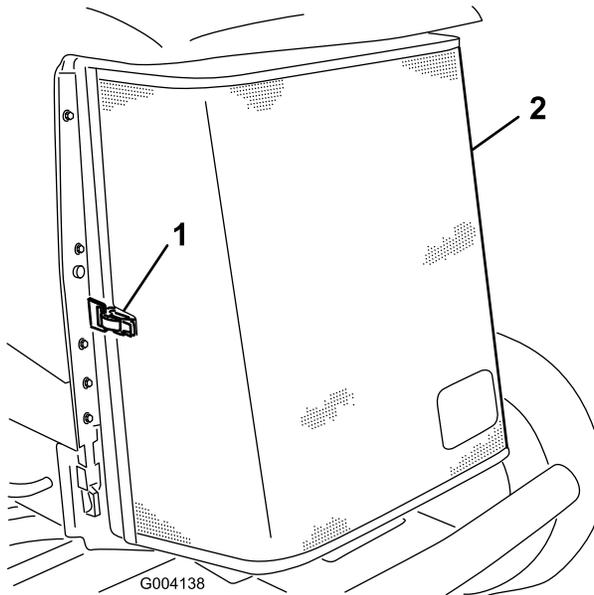

Bild 64
3. Entriegeln Sie den Riegel und drehen Sie das hintere Gitter auf (Bild 64).